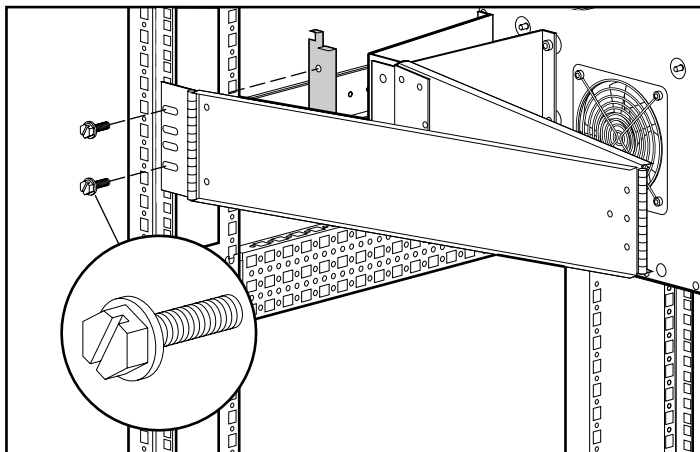

Abbildung 3-15: Anbringen des Kabelführungsarms an der senkrechten Seitenschiene
3. Befestigen Sie den Kabelführungsarm, wie in Abbildung 3-15 dargestellt, mit zwei 10-32 x 5/8- Sechskantschrauben mit Schlitz und Unterlegscheibe am Rack.